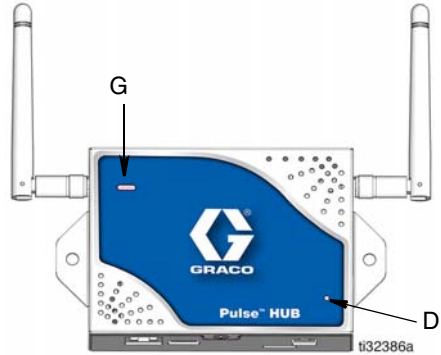

FIG. 5
Dopo avere installato l'unità Pulse HUB, verificare che la spia di alimentazione (D) (FIG. 5) sia accesa e che l'unità HUB funzioni correttamente.
Le spie di stato dell'unità HUB (G) (FIG. 5) indicano lo stato corrente del software di dosaggio Pulse Fluid Management Software. Per le definizioni di carattere diagnostico, vedere la tabella delle spie di stato dell'unità HUB riportata di seguito.